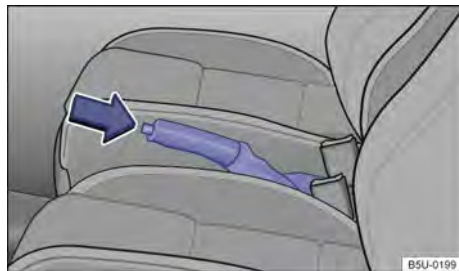

Fig. 93 Entre os bancos dianteiros: alavanca do freio de estacionamento.
- Puxar a alavanca do freio de estacionamento para cima com o botão bloqueador pressionado → Fig. 93 (seta).
- Puxar a alavanca do freio de estacionamento um pouco para cima e pressionar o botão bloqueador → Fig. 93 (seta).